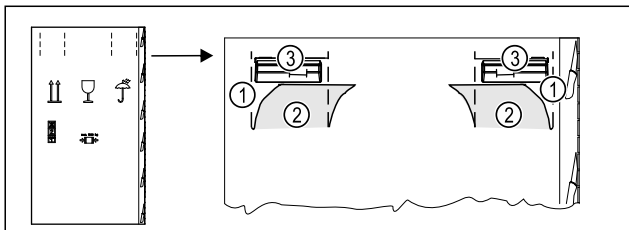

Fig. 5
- ▶ Shtypni kartonin ambalazhues lart në vrimat Fig. 5 (1).
- ▶ Nxirni jashtë gjuhëzat e shtypura Fig. 5 (2).
- ▶ Doreza mbajtëse Fig. 5 (3) djathtas dhe majtas është e dukshme.
- ▶ Kapeni pajisjen nga dorezat mbajtëse Fig. 5 (3).